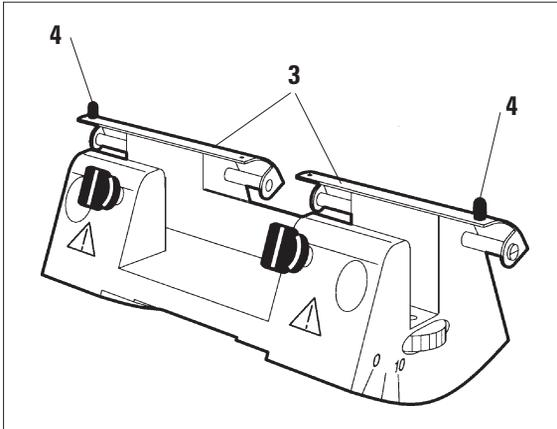

図 3
ナイフホルダー N のナイフガード (3) には、スライド用のグリップ (4) が2個付いています (図3)。刃先をカバーするには、ナイフガードの両カバーストリップを中央位置までスライドさせます。